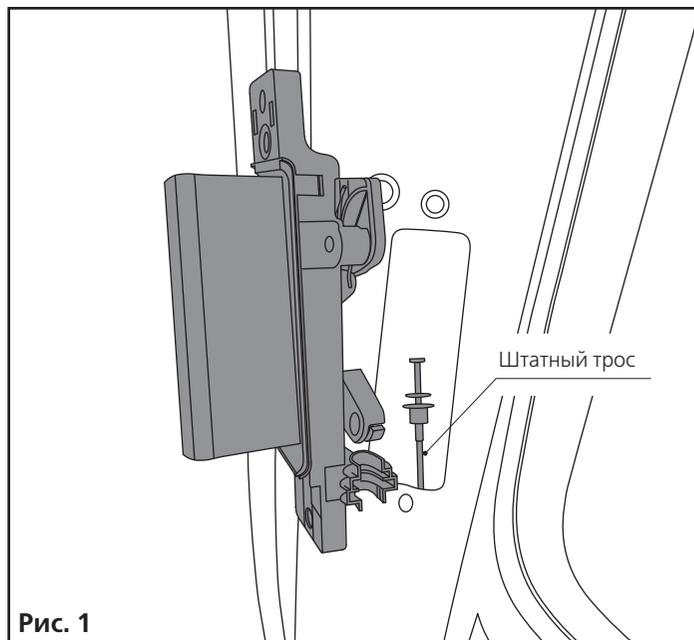

Рис. 1
2. Демонтируйте внутреннюю ручку двери и отсоедините от неё штатный трос открывания замка (рис. 1).
6. Подключите привод замка согласно рис. 4 и рис. 1 стр. 8.
Перепроложите штатный трос таким образом, чтобы было как можно меньше изгибов (рис. 1 стр. 8).